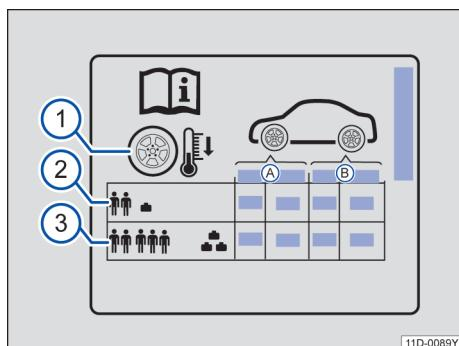

图 148 胎压标签上的图标
胎压标签上的数据 → 图 148：
- 在有效负荷较大时要相应地调整轮胎压力→图 148③。